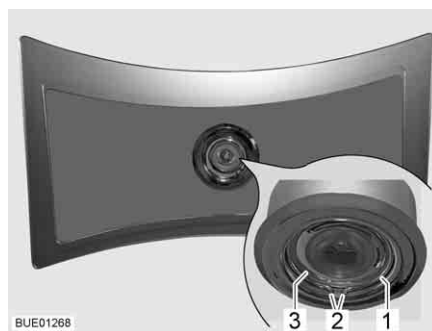

Bild 206 Taklampa
- Tryck samman fjäderringen (Bild 206,1) i båda ändarna (Bild 206,2) och ta bort den.
- Ta ut höljet (Bild 206,3) med lysdioderna ur lampan.